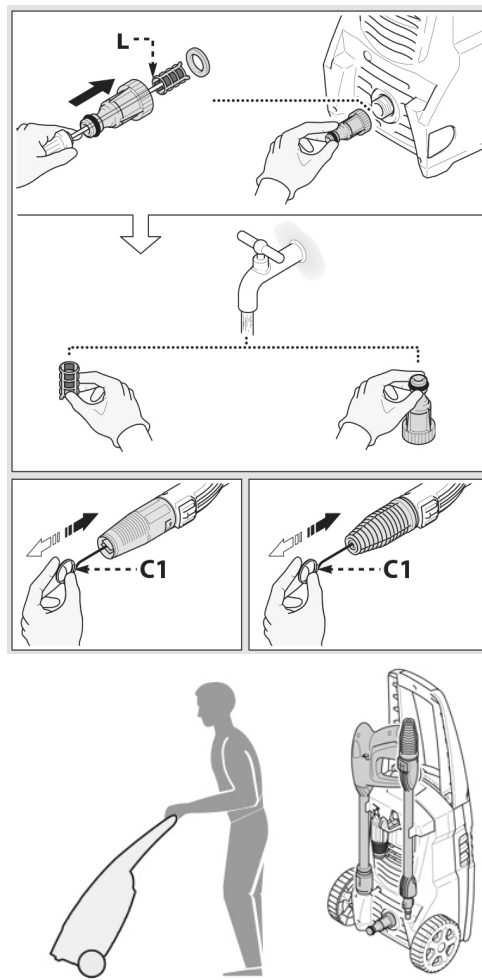

Abb. 10: Pflege, Wartung, Lagerung und Transport
Schritt 2: Mit dem Werkzeug (Pos. C1, Abb. 10) die Bohrung der Düse säubern.
Vor jedem Gebrauch den Saugfilter (Pos. L, Abb. 10) und den Reinigungsmittelfilter (falls vorgesehen) kontrollieren und erforderlichenfalls wie angegeben reinigen.
Das Zubehör wie in Abb. 10 (unten) gezeigt lagern.
Das Gerät wie in Abb. 10 (unten) gezeigt transportieren.
Wasserfilter verschmutzt.	Den Filter (Pos. L, Abb. 10) reinigen.
Düse verstopft.	Düse reinigen (Abb. 10).
Saugfilter (L) verschmutzt.	Den Filter (Pos. L, Abb. 10) reinigen.
Das Gerät steht seit langer Zeit still.	Über die rückseitige Öffnung die Blockierung des Motors mit dem mitgelieferten Werkzeug aufheben (bei Modellen, bei denen dies vorgesehen ist) (Abb. 10)